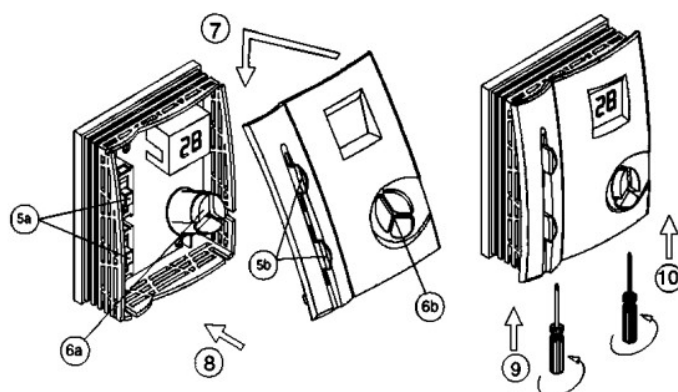

Рисунок 8.4.2
- Закрепить пульт на стене, собрать пульт управления (рис. 8.4.2).